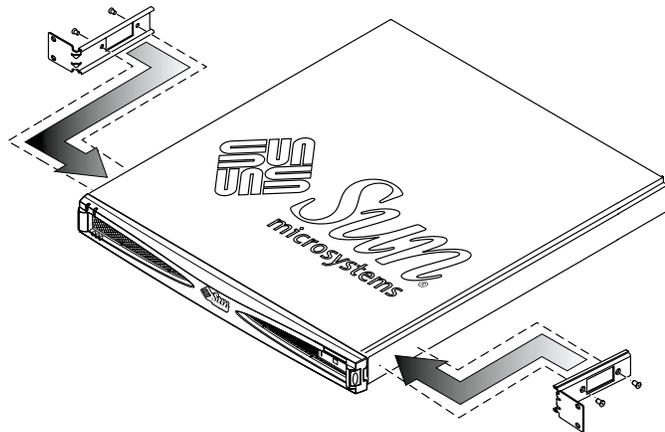
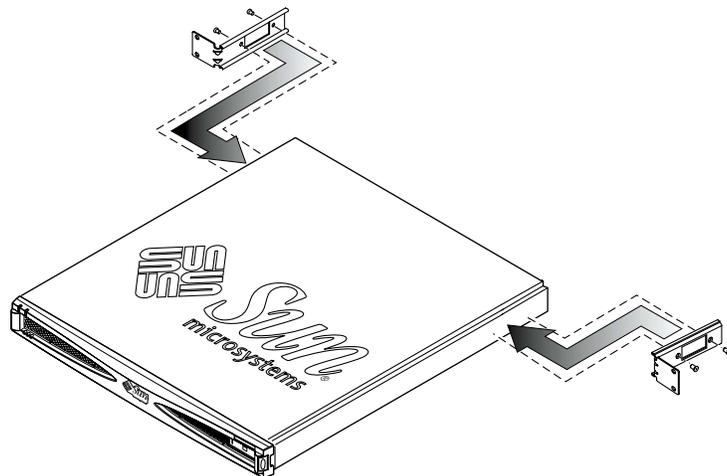

図 3-9 正面側へのラック搭載用留め具の取り付け
図 3-10 背面側へのラック搭載用留め具の取り付け
1. システムの正面から 2 番目と 3 番目の差し込み口 (図 3-9 を参照)、またはシステムの背面から 2 番目と 3 番目の差し込み口 (図 3-10) のいずれかに、2 つの固定留め具を取り付けます。